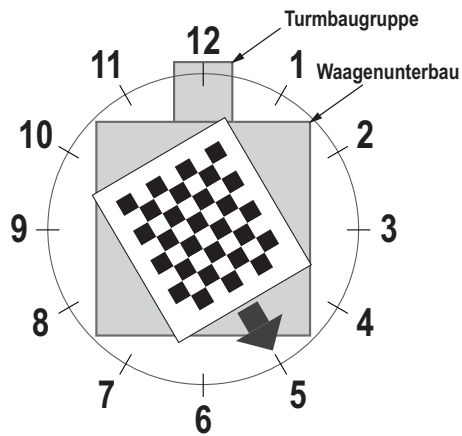

Abbildung 5-8. Drehung auf die 5-Uhr-Position
7. Richten Sie das Kalibrierungsobjekt so aus, dass das Fadenkreuz zentriert ist. Drehen Sie das Kalibrierungsobjekt auf die 5-Uhr-Position aus und nehmen Sie dabei die Turmbaugruppe als 12-Uhr-Position an (Abbildung 5-8).